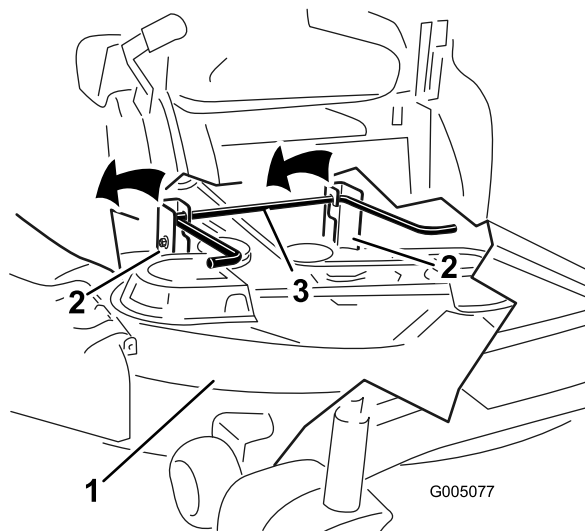
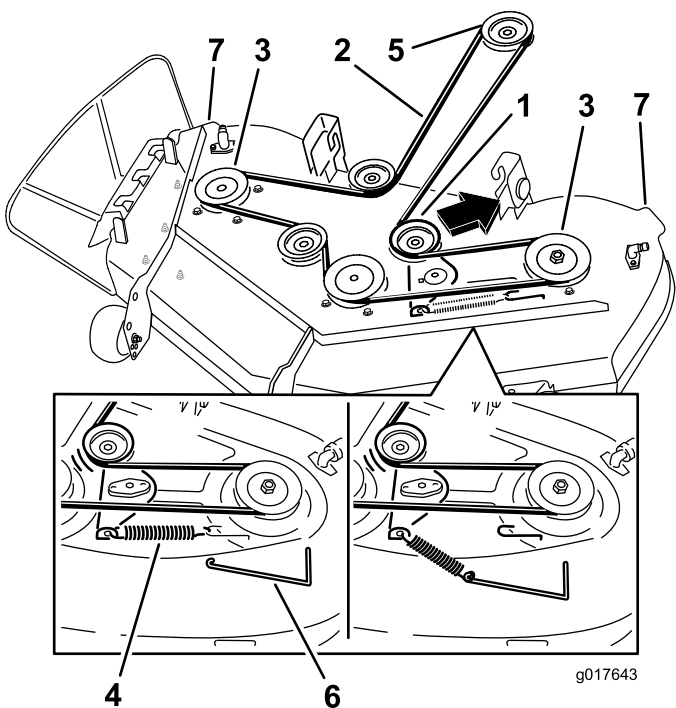

Figura 59
Figura 60
5. Usando las asas de la carcasa de corte, eleve la carcasa de corte y separe ésta y las pletinas de suspensión de la varilla de elevación trasera; luego baje el cortacésped con cuidado al suelo (Figura 59 y Figura 60).
- Usando una herramienta para la retirada de muelles (Pieza Toro N° 92-5771), retire el muelle tensor del gancho de la carcasa para eliminar la tensión de la polea tensora, y retire la correa de las poleas (Figura 60).
- Pase la correa nueva alrededor de las poleas del motor y del cortacésped (Figura 60).
- Usando una herramienta para la retirada de muelles (Pieza Toro N° 92-5771), instale el muelle tensor sobre el gancho de la carcasa y tense la polea tensora y la correa (Figura 60).
- Eleve la parte trasera de la carcasa de corte y coloque los soportes sobre la varilla de elevación trasera (Figura 59).